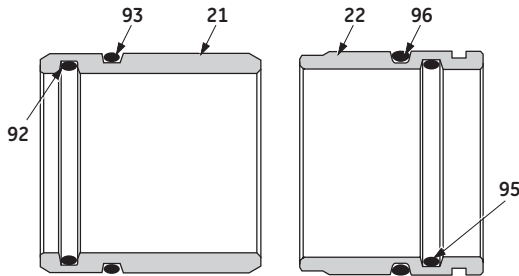

Рисунок 4 - Расположение дополнительных уплотнительных колец
- B. Ослабьте контргайку (46), затем снимите скобу (35) и контргайку (46).
- C. Ослабьте и снимите винт с головкой под ключ (41) и снимите корпус мембраны (42) и мембрану (40).
- D. Используя глубокую головку, ослабьте и снимите контргайку (45) и шайбу (44).
- E. Снимите поршень (43) и пружину (39) и осмотрите все компоненты.
8.3 Корпус клапана (см. рис. 4 и 16)
- E. Компоненты, которые должны выйти вместе с валом (19): сальник (17), кольцо сальниковой коробки (23 или 100), распорная трубка (20) и верхняя направляющая втулка (21).
Примечание. Распорная трубка (20) и верхняя направляющая втулка (21) могут остаться в корпусе. Они должны быть извлечены. Распорную трубку (20) можно извлечь только вытянув ее из корпуса со стороны крышки. Верхнюю направляющую втулку (21) можно протолкнуть через корпус после снятия пробки или вытянуть из корпуса со стороны крышки. На клапанах, предназначенных для использования в суспензионной или вязкой среде, верхняя направляющая втулка имеет внутреннее уплотнительное кольцо (92) и внешнее уплотнительное кольцо (93), а нижняя направляющая втулка имеет внутреннее уплотнительное кольцо (95) и внешнее уплотнительное кольцо (96) (см. рис. 4).